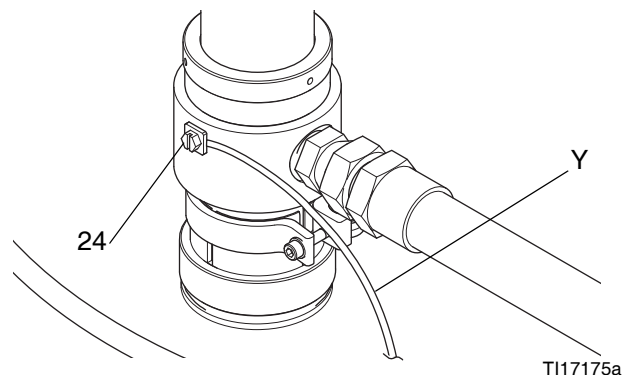

図 9
ポンプ： 接地線 (Y) を接地ネジ (24) に接続し、ネジを固く締めます。図 9 を参照してください。ワイヤの他方の終端を大地アースに接続します。国、州および地域の全ての電気工事規定に必ず従ってください。